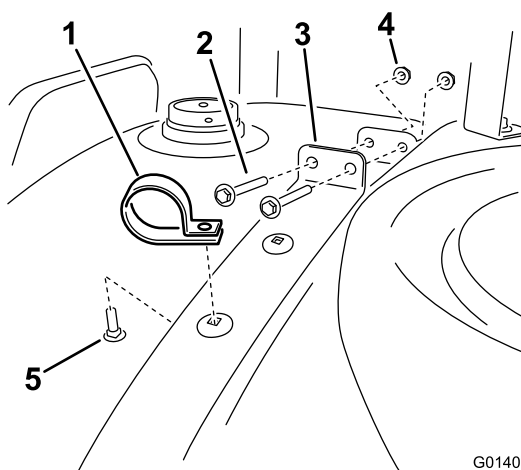

Figura 22
2. Eleve a correia afastando-a do depósito o suficiente para instalar um novo parafuso no furo um quarto da distância para baixo do lado esquerdo do depósito como se mostra em Figura 22.
3. Mova a correia novamente para a posição no depósito. Utilize os parafusos removidos previamente para apertar a correia ao depósito (Figura 22). Certifique-se de que a correia se encontra bem fixa ao depósito. **Não aperte demasiado.**